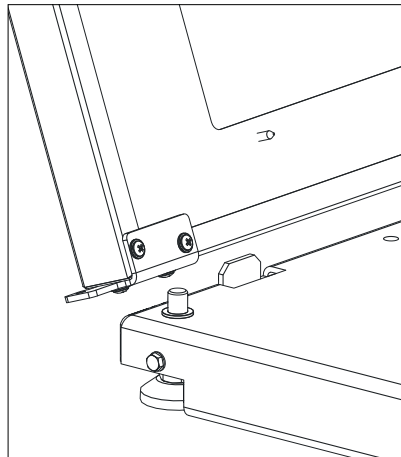
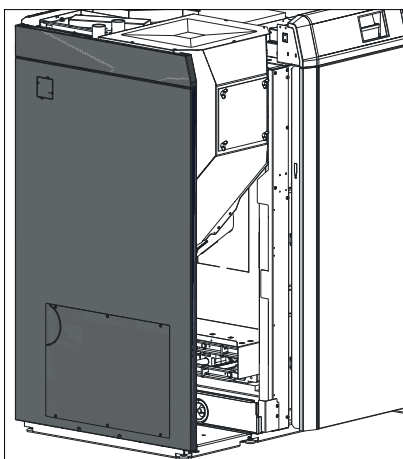
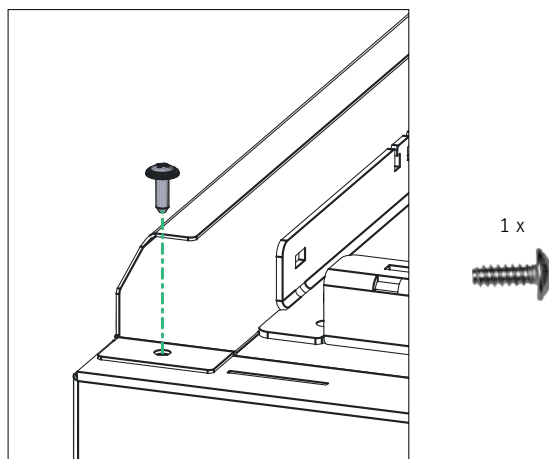

Fig. 82 Seitenwand links einhängen
Fig. 83 Seitenwand links einhängen
Fig. 84 Seitenwand oben mit 1 Blechschraube festschrauben
- Seitenwand links unten am Sockel in die Ausstanzung einstellen (Fig. 82, Fig. 83) und oben mit 1 Blechschraube an Rückwand festschrauben – Fig. 84.